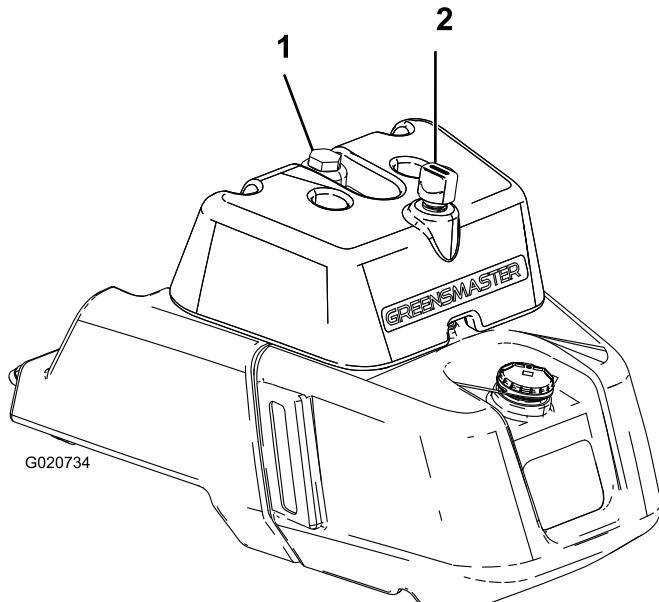

Figura 24
2. Retire a tampa do reservatório (Figura 24).